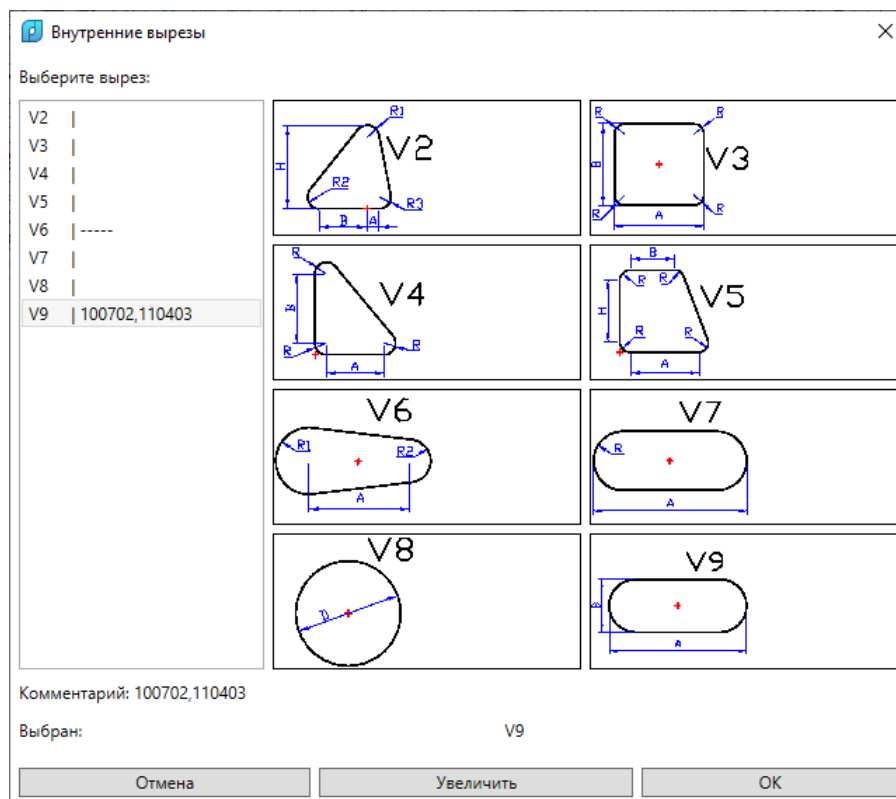

Рис. 53. Окно выбора типа выреза
По команде **ВЫРЕЗ > Внутренний > Табличный** на экран вызывается диалоговое окно типов табличных вырезов (рис. 53).
- **201309** - содержимое комментария, который отображается в области **Дополнительная информация** на рис. 55 и в поле **Комментарий** на рис. 53 (пробелы в комментарии не допускаются).
В дистрибутиве системы поставляются файлы-шаблоны для всех табличных внутренних вырезов, показанных на рис. 53 (от V2 до V9). Шаблоны имеют те же имена, что и файлы типоразмеров, но без расширения: *TV2* (вырез V2), *TV3* (вырез V3) и т.д. В первом расчете содержимое файла-шаблона копируется в одноименный файл, но с расширением завода (например, *TV2.BST*). В дальнейшем работа ведется только в файле с этим расширением, которое совпадает с кодом документации завода.